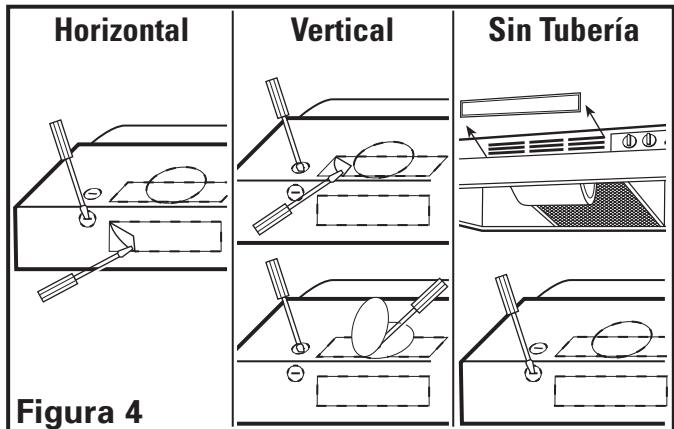

Figura 4
- Horizontal o Vertical – Retire la placa desmontable cuadrada insertando un destornillador por debajo del borde y rompa las lengüetas que la mantienen en su lugar. Pele usando pinzas (**Figura 4**).
- Sin Tubería – Levante y retire la inserción de ventilación de la campana ubicada detrás de la parrilla, exponiendo las ranuras de aire frontales. No use un destornillador o cualquier otro objeto que pueda raspar la campana (**Figura 4**).
- Redonda de 7" – Retire la placa desmontable redonda ubicada en la parte superior de la campana insertando un destornillador por debajo del borde y rompa las lengüetas que la mantienen en su lugar. Pele usando pinzas (**Figura 4**).
- Determine por donde ingresará el suministro eléctrico en la campana y retire la placa desmontable eléctrica apropiada insertando un destornillador dentro de la ranura y moviéndolo hacia delante y hacia atrás hasta que la placa desmontable quede suelta (**Figura 4**).